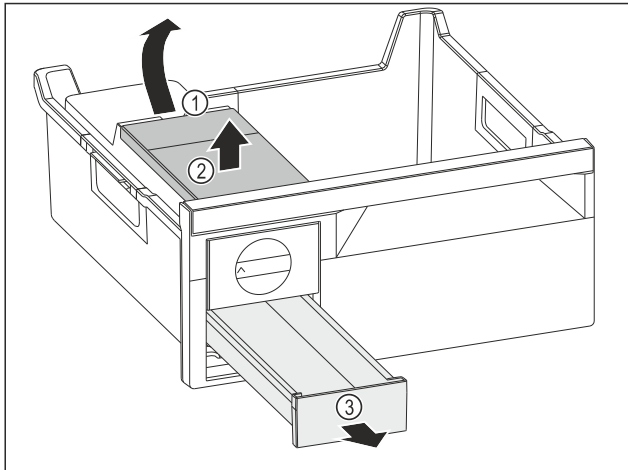

Fig. 111
- ▶ Vyjmutí nádržky na vodu: Zvedněte nádržku na vodu za vybrání Fig. 111 (1).
- ▶ Nádržku na vodu Fig. 111 (2) vyjměte nahoru.
- ▶ Zásuvku na kostky ledu Fig. 111 (3) vyjměte dopředu.